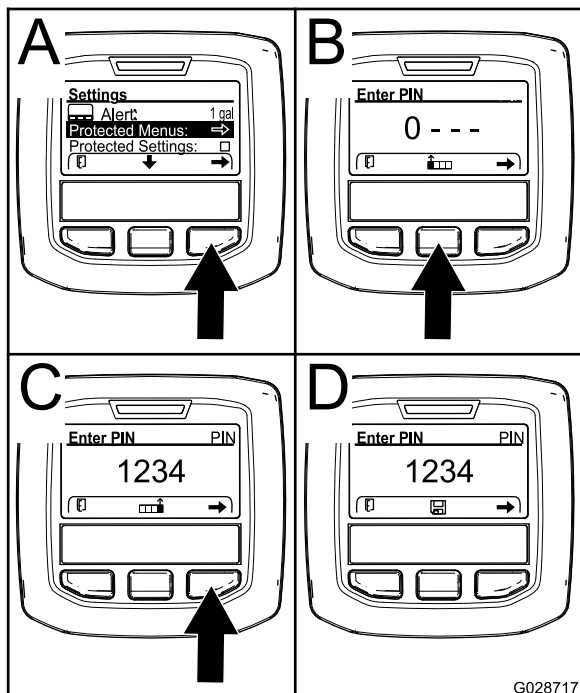

Figura 72
- Pulse el botón de selección derecho para seleccionar Protected Menus (Menús protegidos) (Figura 72, A).
- Pulse el botón de selección central (Figura 72, B) para aumentar el valor numérico (de 0 a 9).
- Pulse el botón de selección derecho (Figura 72, C) para mover el cursor hasta la siguiente posición numérica a la derecha.
Nota: Aparecerá el icono Guardar encima del botón de selección central (Figura 72, D).